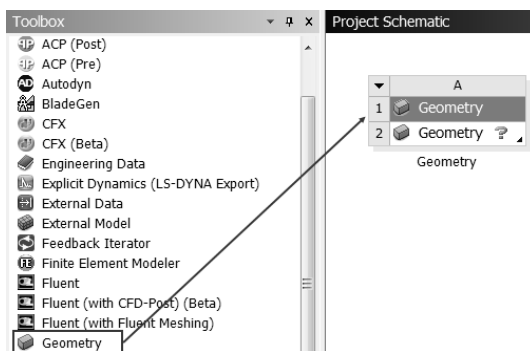

图 17-3 创建分析项目 A
Step2：双击主界面 Toolbox（工具箱）中的 Component Systems Geometry（几何）命令，即可在 Project Schematic（项目管理区）创建分析项目 A，如图 17-3 所示。